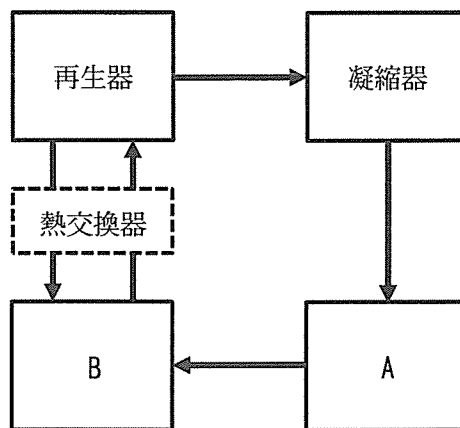

図1 吸収冷凍サイクル
2) 吸収冷凍機の冷凍サイクルは、図1に示すように再生器、凝縮器、A、Bの順に冷媒が循環することにより構成される。ここで、Aは、Bはである。冷房用に用いる冷水は、から取り出すことができる。